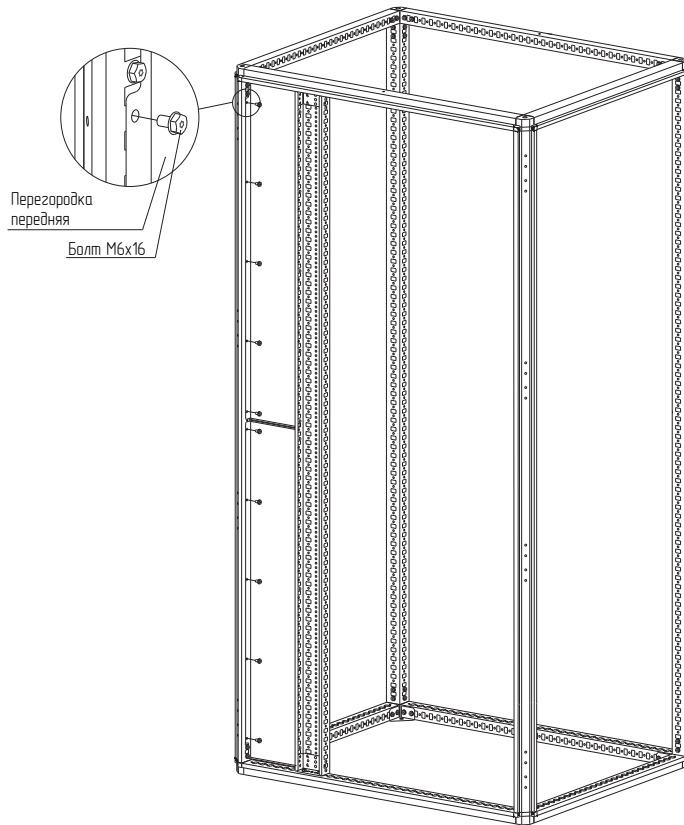

Рисунок 55
4.30.3 Закрепить перегородку переднюю для распределительных шин между стойкой каркаса и стойкой дополнительной вертикальной в верхней части шкафа болтами М6×16 (рисунок 55). Момент затяжки – 7 Н·м. Болты приобрести отдельно.